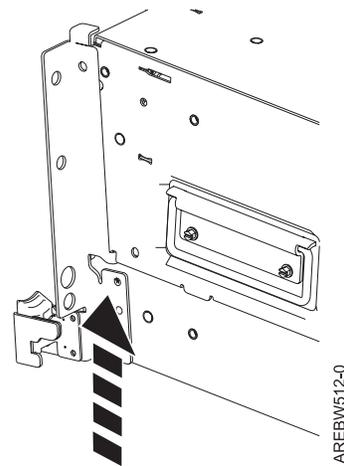

Figure 26. Déplacement du support vers le haut afin d'engager le taquet
- c. Déplacez le support vers le haut afin d'engager le taquet (voir la figure 26).